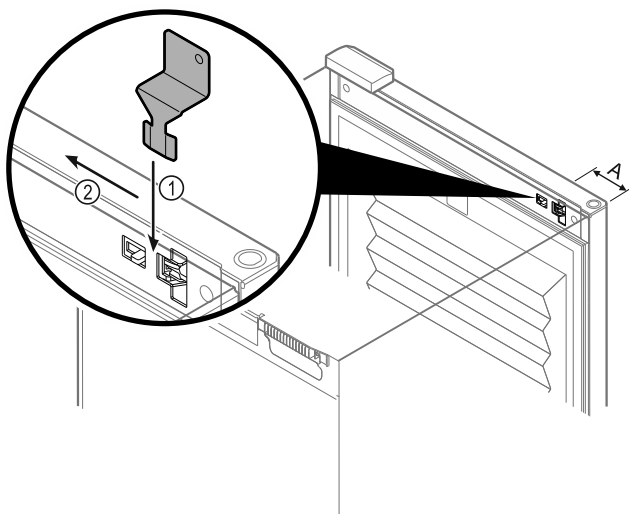

Fig. 218
- Aseta hätäavausavain määrättyyn kohtaan Fig. 218 (A) ≈ 100 mm.
- Aseta hätäavausavain yläkautta oven ja laitteen rungon väliin vasteeseen saakka Fig. 218 (1).
- Vedä hätäavausavainta saranasivun suuntaan Fig. 218 (2).